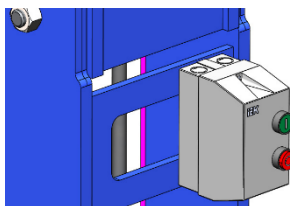
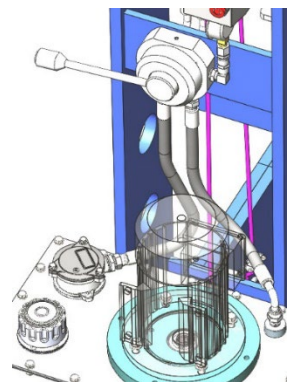

Рис. 1
Рис. 2
4.2 Контакт электрический КМИ-11260 закрепить на раме и подсоединить к цеховой электросети 380 В (Рис. 1). В гидрораспределитель, расположенный на раме, вкрутить рукоятку. Соединить гидростанцию с гидрораспределителем рукавами высокого давления (РВД) согласно рисунку (Рис. 2).